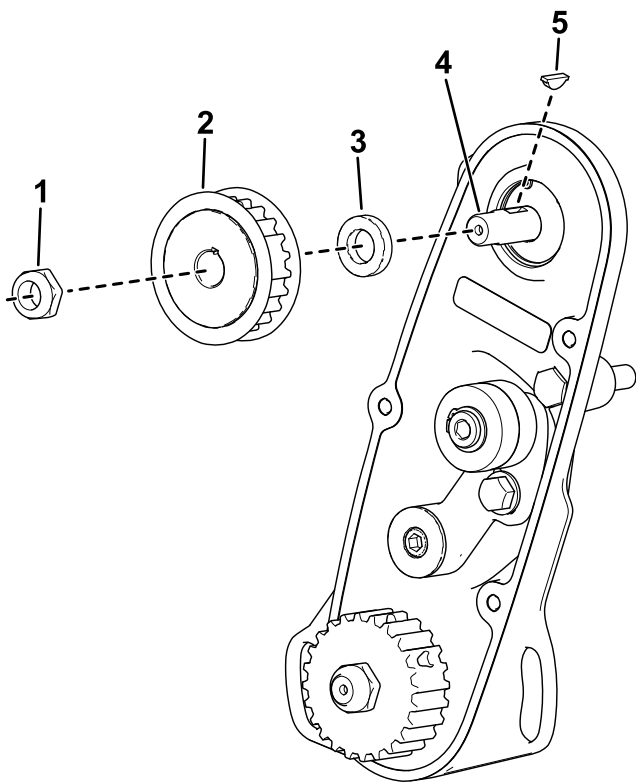

图 6
- B. 安装隔片图 6。
- C. 将钥匙安装到驱动轴键槽中图 6。
- D. 安装皮带轮图 6。
- E. 使用螺母将新滚刀驱动轴固定到组件上图 6。